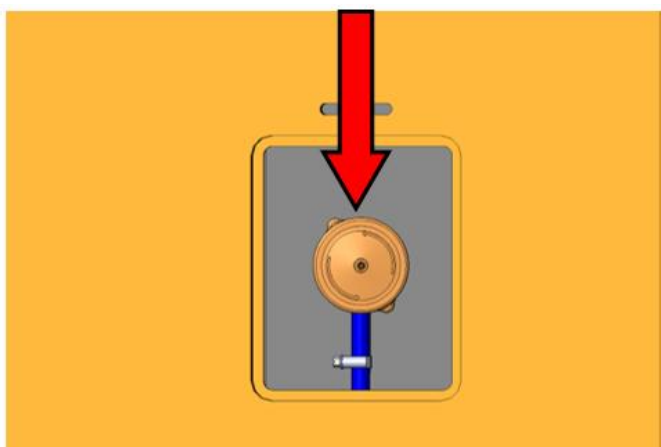

Рисунок 5.40. Крышка наливной горловины
- ▶ Осторожно приоткрыть крышку наливной горловины (рис. 5.40), повернув ее против направления часовой стрелки. Крышку с наливной горловины не снимать.
- Снять крышку наливной горловины рис. 5.40. Используя подходящее приспособление (воронка, заправочный пистолет и т.д.), через горловину расширительного бачка заправить систему свежей охлаждающей жидкостью.
- ▶ Закрыть крышку наливной горловины рис. 5.40. и прогреть двигатель до рабочей температуры 85-95 °С. Убедиться в том, что большой контур системы охлаждения открылся (радиатор системы охлаждения начнет интенсивно нагреваться).